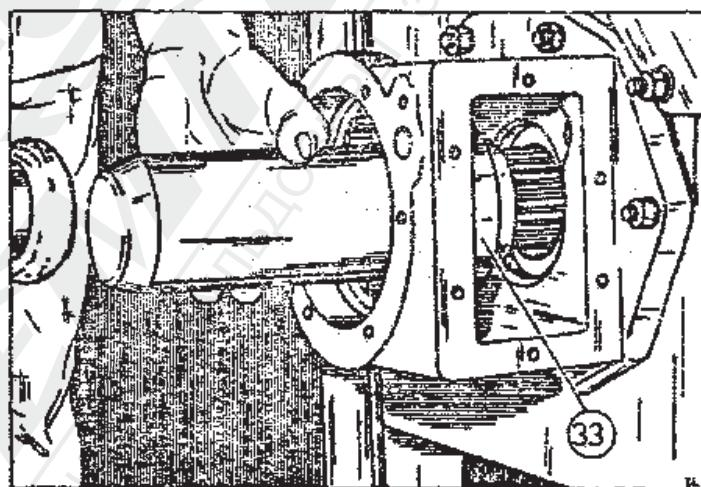

Рис. 2-37. Вдавливание пулансоном зубчатого диска 33 на вал привода заднего моста.
1. Вдавить с помощью пuhanсона зубчатый диск 33 смонтированного валика I /рис. 2-37/.